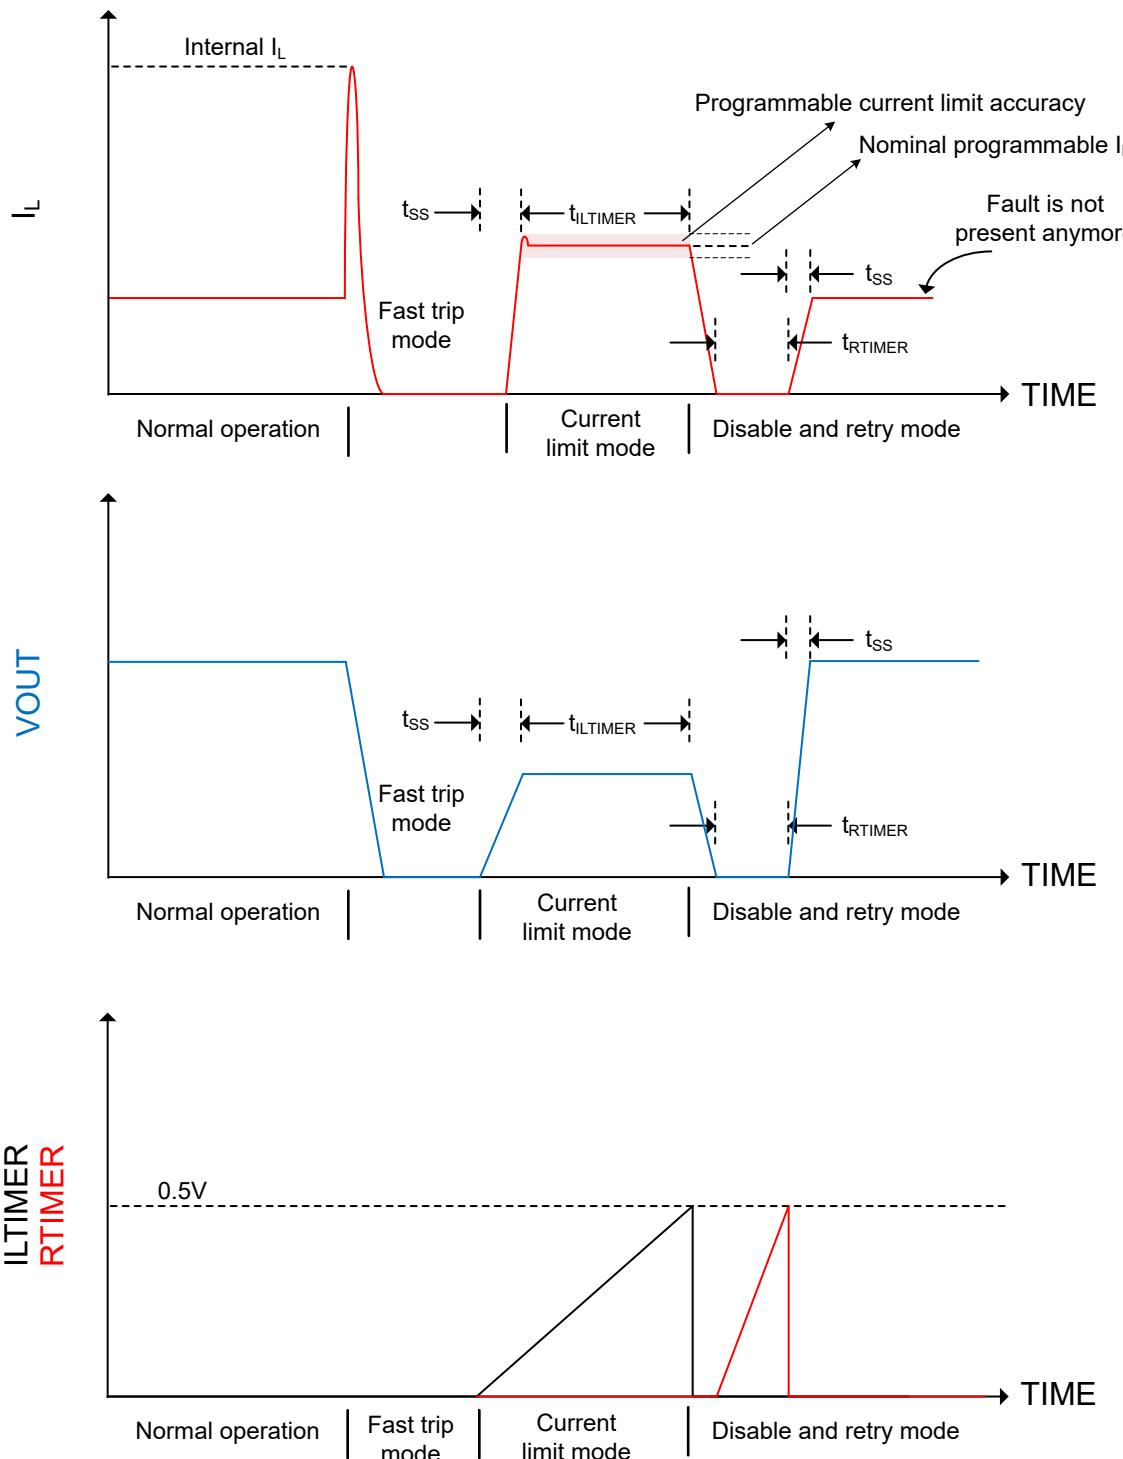

図 8-4. コンデンサを ILTIMER および RTIMER ピンに接続する、ハード短絡のプログラマブル フォルト タイマ の動作
このプログラマブルな電流制限機能は、高速トリップモード中にアクティブになる内部電流制限とは異なります(図 8-4 を参照)。この場合の電流制限イベントはハード短絡として定義されており、この電流制限(通常 22A)はプログラムできません。
- 図 8-4: 電流制限タイマと再試行タイマを使用した単一のハード短絡イベント。
ILTIMER および RTIMER ピンのハード短絡の動作 (プログラマブルな電流制限が応答する前に高速電流制限が応答する動作) を 図 8-4 に示します。この図では、スイッチが無効になり、再び有効になった後 (再試行モード) フォルトが発生していないと想定されています。再試行モードの後にフォルトが発生している場合、本デバイスは電流制限モードに移行し、フォルトが解消されるまでこのサイクルを繰り返します。